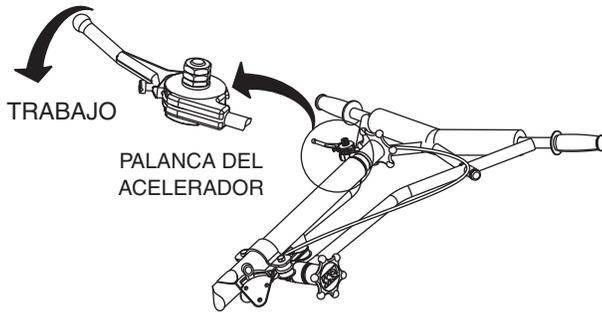

Figura 28. Palanca del acelerador (Run)
1. Para comenzar a allanar, empuje la palanca del acelerador (Figura 28) hacia adelante a la posición "RUN" (TRABAJO).